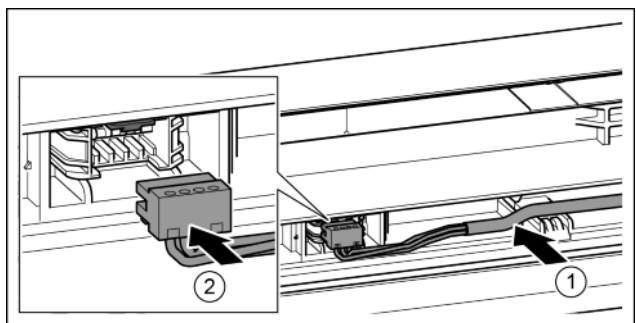

Fig. 42
- ▶ Вставте сірий кабель в направляючу в верхніх дверцятах. Fig. 42 (1)
- ▶ Зафіксуйте штекер. Fig. 42 (2)